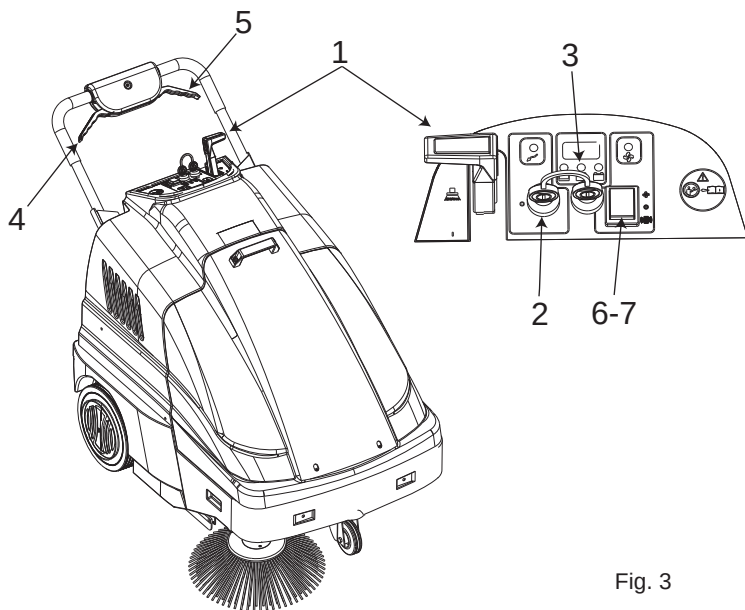

Fig. 3
- Deplasați pârghia de ridicare a periei (poz. 1 Fig.3) în poziția 0.
- Verificați dacă peria laterală poz. 1 Fig. 3 este în poziția 0.
- Rotiți cheia în poziția "I", poz. 2 Fig.3.
- După ce ați rotit cheia, așteptați aproximativ 10 secunde până când mașina începe să funcționeze. Verificați pe indicator poz. 3 Fig. 3: dacă acumulatorul este complet încărcat înainte de a începe lucrul, altfel încărcați acumulatorul.
- Activați motorul de aspirație mutând întrerupătorul în poz.7 Fig. 3 până la „I”.
Opriti motorul de aspirație atunci când utilizați mașina când este mutată, mutând întrerupătorul în poz. 7 Fig. 3 până la „0”.
- Trageți maneta de acționare poz. 4 Fig.3 și efectuați operațiile de curățare. Dacă este necesar, acționați maneta poz. 1 Fig.3, mutând-o în poziția "I" pentru a activa peria laterală. După terminarea lucrului, mutați maneta periei laterale, dacă este utilizată, în poziția "0", opriți mașina și scoateți cheile din panoul de control.
Durata de viață a acumulatorului depinde de întreținerea de rutină și nivelul de descărcare. Nu lăsați acumulatorul să cadă sub limita indicată de luminile din poz. 3 Fig.3.